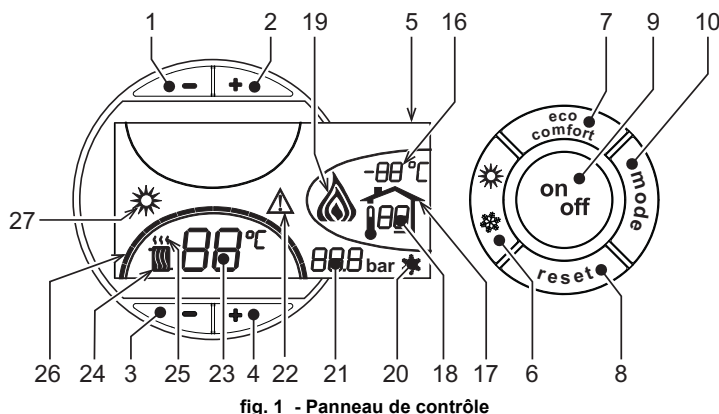
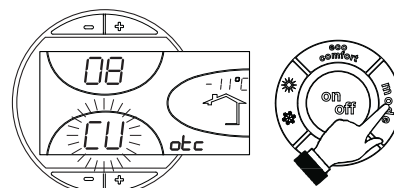
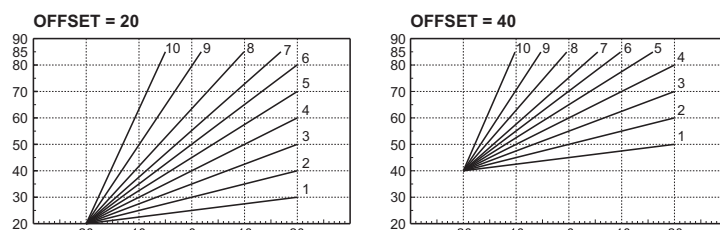

fig. 1 - Panneau de contrôle
fig. 9 - Courbe de compensation
fig. 12 - Exemple de déplacement parallèle des courbes de compensation
Appuyer 1 seconde sur la touche **on/off** (rep. 9 - fig. 1).
Pour rallumer la chaudière, appuyer à nouveau 1 seconde sur la touche **on/off** (rep. 9 - fig. 1).
- Appuyer sur la touche ON/OFF (9 - fig. 1)
Appuyer sur la touche **été/hiver** (rep. 6 - fig. 1) pendant 1 seconde.
L'afficheur montre le symbole Été (rep. 27 - fig. 1) : la chaudière ne fournira que de l'eau chaude sanitaire. Le système hors-gel reste actif.
Pour désactiver le mode Été, appuyer à nouveau sur la touche **été/hiver** (rep. 6 - fig. 1) pendant 1 seconde.
Pour régler la température entre 30° C (minimum) et 80° C (maximum), agir sur les **tou- ches du chauffage** (rep. 3 et 4 - fig. 1).
Pour régler la température entre 10 °C (minimum) et 65 °C (maximum), agir sur les tou- ches eau chaude sanitaire +/- (rep. 1 et 2 - fig. 1).
Lorsqu'une sonde extérieure (option) est installée, l'afficheur du tableau des comman- des (rep. 5 - fig. 1) montre la température extérieure actuelle mesurée par la sonde. Le système de régulation de la chaudière travaille en mode "température évolutive". Dans ce mode, la température de l'installation chauffage est régulée en fonction des condi- tions climatiques extérieures de manière à garantir un confort élevé et une économie d'énergie pendant toute l'année. En particulier, lorsque la température extérieure augmen- te, la température de départ installation diminue selon une courbe donnée "de compen- sation".
Avec le réglage évolutif, la température programmée à l'aide des touches chauffage +/- (rep. 3 et 4 - fig. 1) devient la température maximum de départ installation. Il est con- seillé de régler la valeur maximale pour permettre au système de réguler la température sur toute la plage utile de fonctionnement.
Appuyer une fois sur la touche **mode** (rep. 10 - fig. 1) pour afficher la courbe de compen- sation actuelle (fig. 9). Il est possible de la modifier à l'aide des **touches eau chaude sanitaire** (rep. 1 et 2 - fig. 1).
Appuyer sur les touches **chauffage** (rep. 3 et 4 - fig. 1) pour passer au déplacement parallèle des courbes (fig. 12), qui peut être modifié à l'aide des **touches eau chaude sanitaire** (rep. 1 et 2 - fig. 1).
Réappuyer sur la touche **mode** (rep. 10 - fig. 1) pour quitter le mode de réglage des courbes parallèles.
Si la chaudière est reliée à la chronocommande à distance (option), les rélla- ges ci-dessus seront gérés comme indiqué dans le tableau tableau 1. De plus, l'afficheur du panneau de commande (rep. 5 - fig. 1) montre la température am- biente actuelle, mesurée par la chronocommande à distance.
Sélection Eco/Confort	En désactivant l'eau chaude sanitaire à partir du menu de la chronocom- mande à distance, la chaudière se place en mode Economy. Dans cette condition, la touche 7 - fig. 1 sur le panneau de la chaudière est désac- tivée. En activant l'eau chaude sanitaire à partir du menu de la chronocom- mande à distance, la chaudière sélectionne le mode Confort. Dans cette condition, il est possible de sélectionner un des deux modes à l'aide de la touche 7 - fig. 1 du panneau de la chaudière.